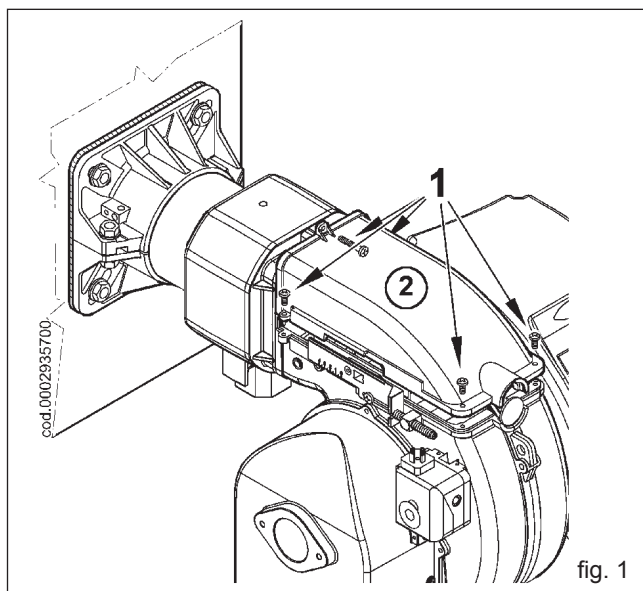

fig. 1
- 1) 松开螺丝1并移开盖子2 (figure 1).
- 2) 松开联接燃气混合器(6)到输送管上的螺丝(5)。(figure 1)。
- 3) 将弯头(4)和混合单元(6)旋转180°,用这样的方法可以以上输入燃气管道向上(figure 1)。再次固定混合单元和向前推进杆到燃气输送管上。